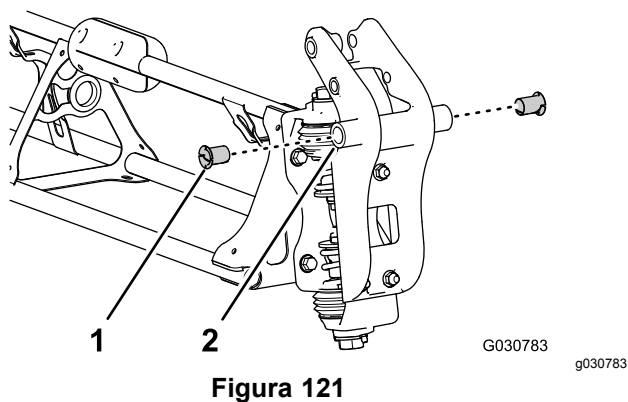

Figura 121
2. Inserite una boccola flangiata in nylon nel foro da 31,8 mm su ciascun lato del raccordo orientabile (Figura 121).